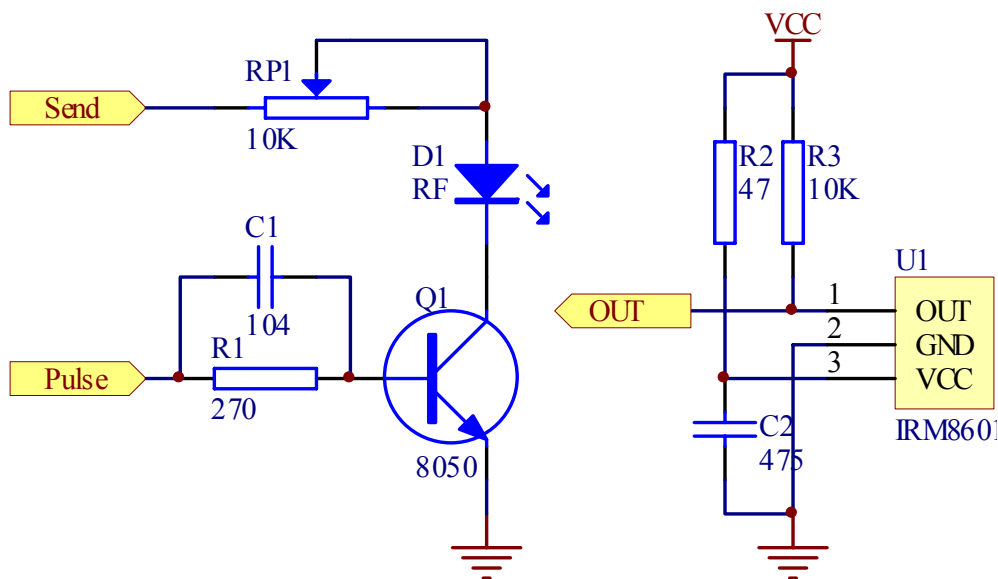

图 2.3 电路原理图
电路原理图如图 2.3 所示，由可调电阻 R1，红外线发光管 D1 和三极管 Q1 构成的电路为红外线发射电路。R1 可以调节红外线发光管的发光强度，Q1 起驱动作用。
在接收电路中，U1 为一体化红外线接收传感器 IRM8601S，它内部集成自动增益控制电路、带通滤波电路、解码电路及输出驱动电路。但由于它是开漏输出，所以输出端需接一个上拉电阻，见图 2.3 中的 R3。其中 R2 是限流电阻，C1 滤出电源高频干扰。
- 改变输出信号的幅度，如图 2.3 所示，改变 Send 端的输出电压或调节可调电阻 R1 的阻值就可以实现
- 改变输出信号的占空比，如图 2.3 所示，改变输出的 38KHz 信号的占空比就可以实现
本设计中采用定时器 1 产生 38KHz 的调制信号，由 PB5 输出，该端口连接到图 2.3 中的 Pulse 端口。在中断中翻转 PB5 输出信号，所以要产生频率为 f 的脉冲，定时器的频率要为 $2f$ 。在本设计中要产生 38KHz 的频率，定时器中断频率为 76KHz。